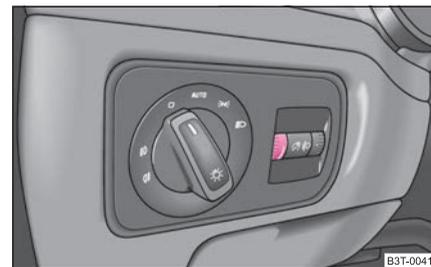

Abb. 44 Schalttafel: Instrumentenbeleuchtung
- Drehen Sie den Drehregler ⇒ Abb. 44 auf die gewünschte Intensität der Instrumentenbeleuchtung.8)
8) Für das Informationsdisplay\* ⇒ Seite 19 wird die Intensität der Beleuchtung automatisch eingestellt. Die Einstellung mit dem Drehregler ⇒ Abb. 44 ist nur bei Dunkelheit möglich.